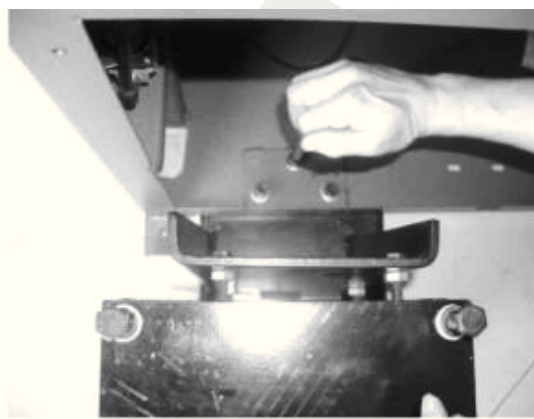

рис.30
6.1.3 Протолкните платформу опорной плиты основания в сборе корпус через опорную плиту на левой задней стороне корпуса. Выровняйте резьбовое отверстие и армированное отверстие, для закрепления используйте болт и шайбу. (Рис. 30).